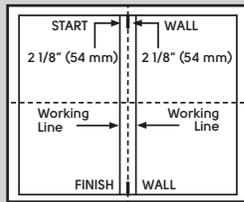

Fig. 2
2. Mida 54 mm a izquierda y derecha de la marca central en ambos extremos de la sala y marque una línea con tiza (Fig. 2).